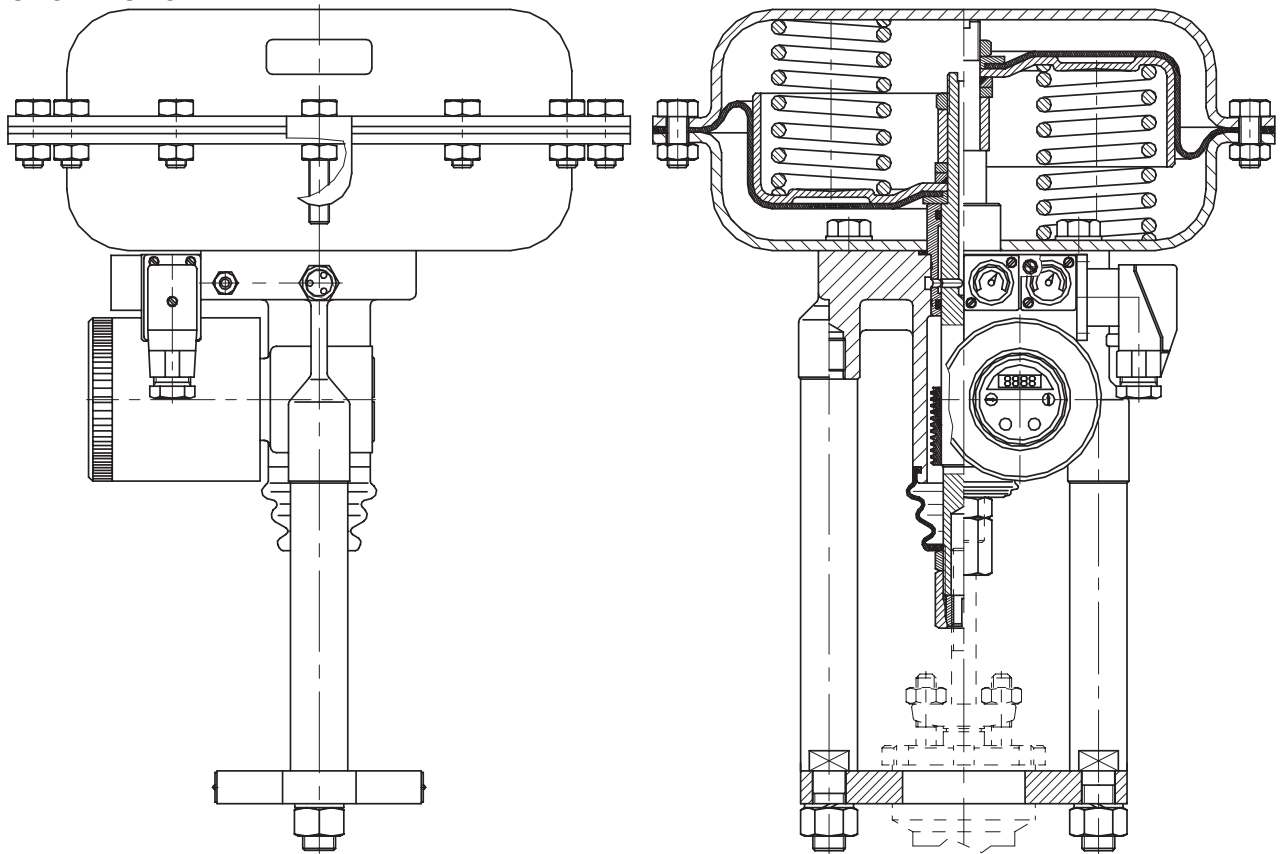

Rys. 1 Siłownik R5
Zasadę działania siłownika przedstawiają rys. 1, 2 i 3.
Powietrze zasilające doprowadzane jest przewodem rurowym do łącznika ciśnieniowego (13) i kanałami wewnętrznymi (1) do ustawnika (2). Powietrze sterujące z ustawnika kierowane jest do kanału (3) w jarzmie siłownika. Dalszy kierunek przepływu powietrza zależy od położenia wkrętów (4, 5) i funkcji siłownika. W siłowniku R5 o działaniu odwrotnym (Rys. 1) powietrze sterujące kierowane jest bezpośrednio do komory ciśnieniowej (6). Komora bezciśnieniowa (7) połączona jest przez otwór (8) w trzpieniu siłownika i tulejką prowadzącą (9) z kanałami (14) i korkiem odpowietrzającym (10).